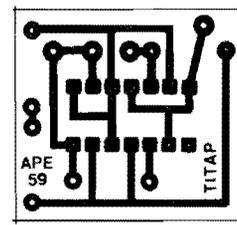

FIG. 3
- **FIG. 3 - LAY OUT DO CIRCUITO IMPRESSO ESPECÍFICO** - A plaquinha tem um desenho de seus áreas cobreadas extremamente simples (graças à reduzida quantidade de componentes...) e a cópia/traçagem das ilhas e pistas (cujo padrão é visto em tamanho natural, na figura...) não deverá oferecer problemas ou dificuldades, mesmo aos menos habilidosos... Depois da corrosão, limpeza, furação e nova limpeza, insistimos na necessidade de se conferir tudo com bastante atenção, confrontando a face cobreada do Impresso com o diagrama, e corrigindo eventuais defeitos, falhas, "curtos", etc. Lembramos, pela "enésima" vez, que tais eventuais correções são muito fáceis de serem feitas antes dos componentes estarem posicionados e soldados... Já depois disso, torna-se um real problema "remendar" eventuais defeitos verificados na placa (além do que, também encontrar os tais defeitos fica mais difícil...).